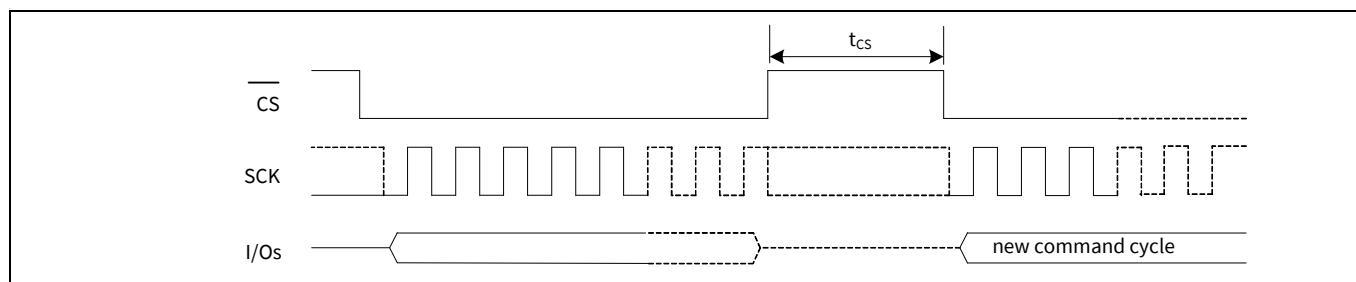

図 116 チップ選択解除 (\overline{CS} HIGH) – t_{CS} タイミング
- 21.t_{CS} は、新しいコマンドサイクルが特定の SPI モード (SPI、DPI または QPI) で開始するまでの最短のチップ選択解除 (CS HIGH) 時間です。このパラメーターはホストが新しいコマンドサイクルを開始する前に以前の動作が正常に完了したことを示します。図 116 を参照してください。
21. t_{CS} は、新しいコマンドサイクルが特定の SPI モード (SPI、DPI または QPI) で開始するまでの最短のチップ選択解除 (\overline{CS} HIGH) 時間です。このパラメーターはホストが新しいコマンドサイクルを開始する前に以前の動作が正常に完了したことを示します。図 116 を参照してください。
25. t_{CS} は、新しいコマンドサイクルが特定の SPI モード (SPI または QPI) で開始するまでの最短のチップ選択解除 (\overline{CS} HIGH) 時間です。このパラメーターはホストが新しいコマンドサイクルを開始する前に以前の動作が正常に完了したことを保証します。図 116 を参照してください。